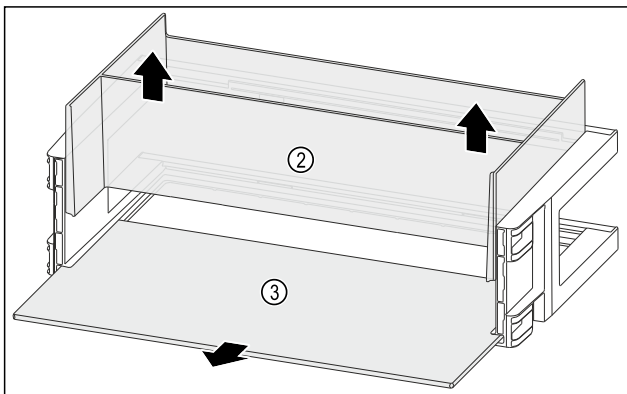

Fig. 113
- Retirer l'Organizer Fig. 113 (2) vers le haut.
- Retirer la tablette de rangement Fig. 113 (3).